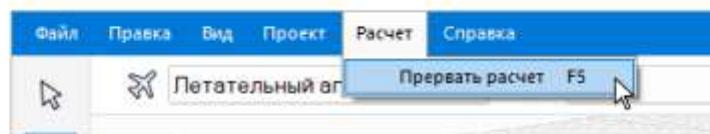

Рисунок 8.4.2
- выполнив команду *Расчет* → *Прервать расчет* (см. Рис. 8.4.2);